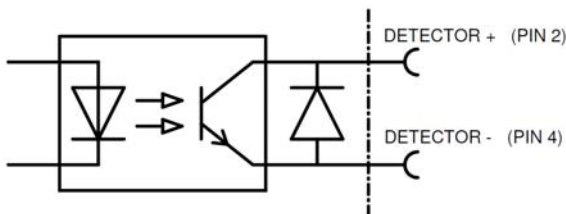

Abbildung 4, Anschlüsse am *Perfomaster*
- Schließen Sie das Netzteilkabel wie in Abbildung 4 dargestellt an.